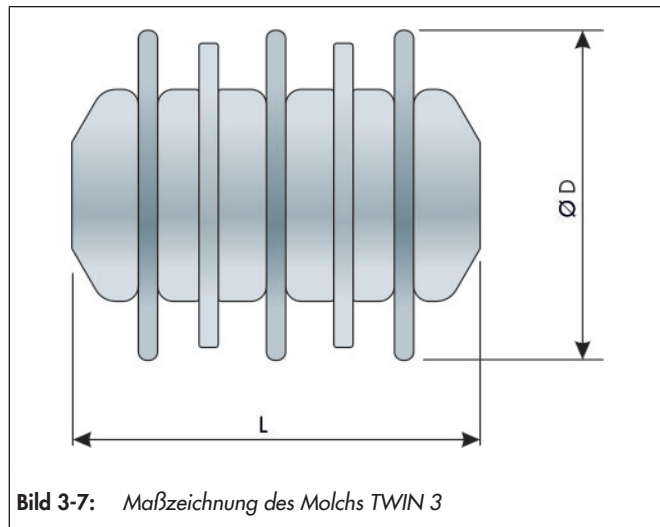

Bild 3-7: Maßzeichnung des Molchs TWIN 3
- ⇒ Toleranzen und Drehmomente bei der Montage berücksichtigen, vgl. Bild 3-7 und Tabelle 3-6.